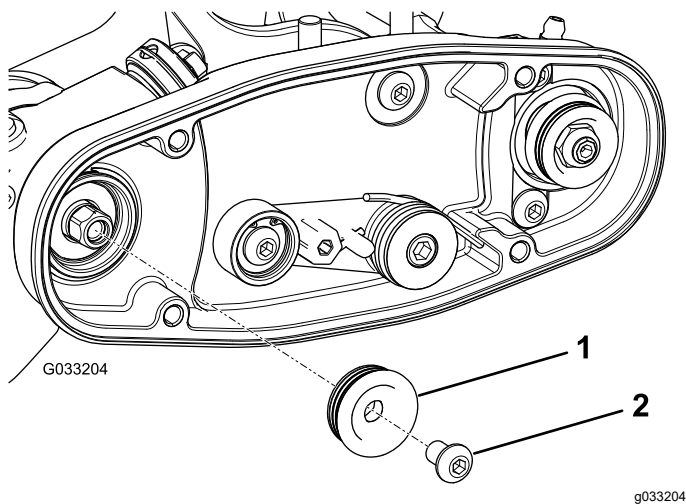

Figura 11
2. Montate la puleggia motrice sull'albero del groomer (Figura 11).
3. Applicate Loctite 242 (blu) sul bullone di trasmissione esagonale e utilizzate il bullone per fissare la puleggia all'albero di trasmissione; fate riferimento alla Figura 11.